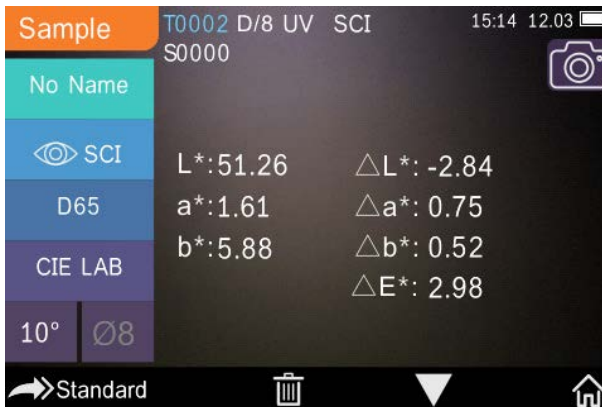
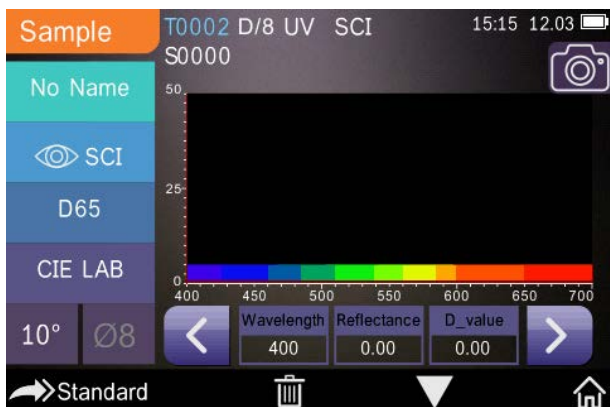

Figure 12 Mesure d'échantillon
Figure 13 Mesure de réflectance d'échantillon
Après essai du standard, cliquez sur  pour entrer dans l'interface de mesure d'échantillon. Placez l'ouverture de mesure au plus près de l'échantillon à mesurer et appuyez sur la touche "Testing" (Essai). Un "bip" est émis, le voyant indicateur à LED passe du jaune au vert. Il indique ensuite la mesure terminée comme sur la Figure 12 et la Figure 13. La mesure d'échantillon est comparable à la mesure de standard mais elle affiche la différence de couleur entre le standard en cours et l'échantillon mesuré.
10. Bouton de commutation de longueur d'onde : Comme l'indique la Figure 13, un clic sur  ou  permet de commuter la longueur d'onde et la réflectance de l'échantillon en cours dans une plage d'intervalles de 10 nm.